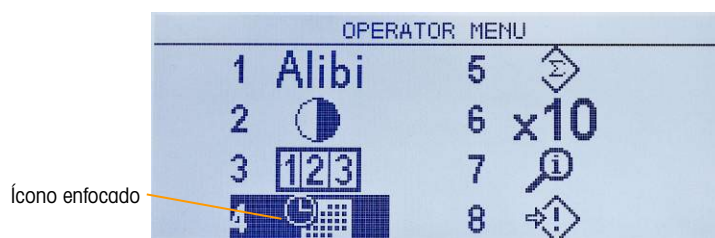
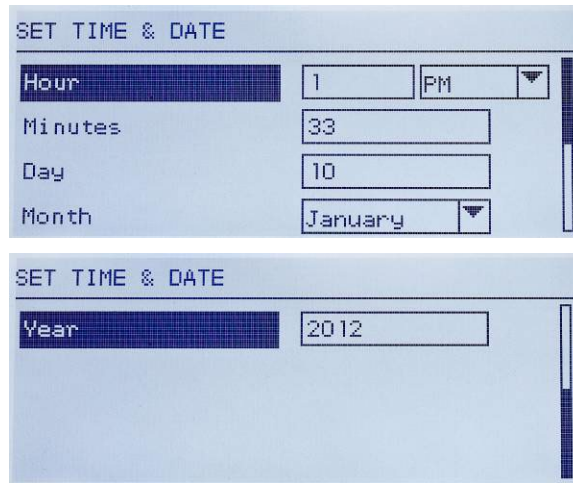
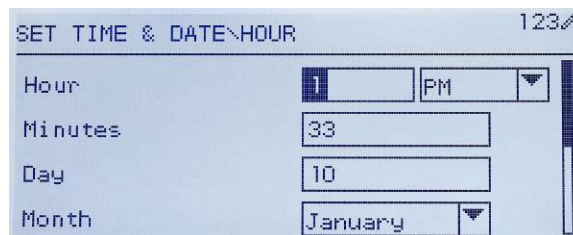

Figura 2-3: Pantalla de menú del operador
Figura 2-4: Ajuste de hora y fecha
Figura 2-5: Ajuste de hora y fecha, campo de hora enfocado
Para ingresar en el menú del operador, presione la tecla **MENÚ** . La pantalla cambiará de mostrar el peso normal a una serie de íconos (Figura 2-3). Los íconos incluidos dependen de la configuración del terminal; para ver detalles, consulte la Tabla 2-5.
- Cuando el enfoque está en la columna izquierda, como en la Figura 2-3 y en la Figura 2-4, al presionar la flecha **IZQUIERDA** se saldrá del menú **CONFIGURACIÓN** y se mostrará el menú **OPERADOR**.
Por ejemplo, desde la pantalla mostrada en la Figura 2-3, al presionar ENTER o el número 4 se muestra la pantalla de configuración de **Hora y fecha**.
En la Figura 2-4, un nombre de campo (**Hora**) está enfocado. En la Figura 2-5, está seleccionado el campo de captura numérica para el valor de hora. Use las teclas del teclado numérico para modificar el valor. Cuando se muestre el número correcto, presione ENTER para confirmar la selección y cambiar al siguiente nombre de campo (**Minutos**).
Cuando todos los valores de hora y fecha estén ajustados correctamente, presione la flecha IZQUIERDA para regresar al menú del operador (Figura 2-3).